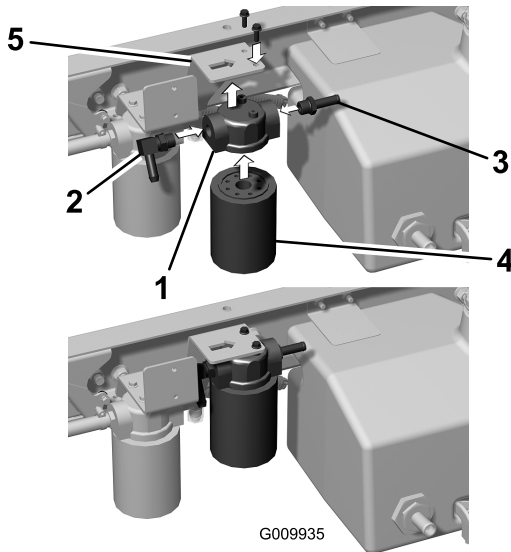

Figura 11
1. Monte un acoplamiento dentado de 90 grados en el orificio de entrada de la cabeza del filtro (Figura 11).
3. Monte la cabeza del filtro a la escuadra del bastidor con 2 tornillos con arandela prensada (1/4" x 3/4"), como se muestra en la Figura 11.
2. Monte un acoplamiento dentado recto en el orificio de salida de la cabeza del filtro (Figura 11).